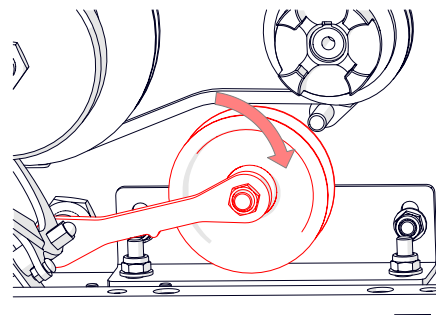

Fig.15G - Régler la poulie pour éviter un contact avec la courroie lorsqu'elle est désengagée.
9. Réglez la poulie de manière à ce que, quand le levier de l'entraînement est en position désengagée, il repose sur le support (Fig.15G), en évitant autant que possible le contact avec la courroie.